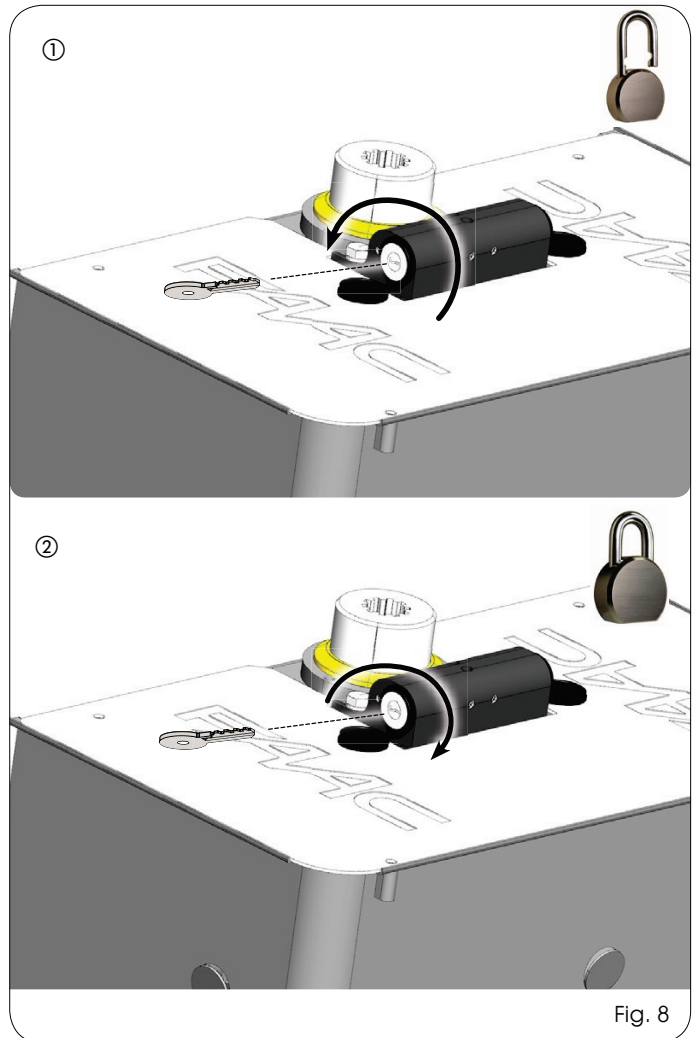

Fig. 8
Para desbloquear el operador retire la protección de plástico, introduzca la llave y gire aproximadamente una vuelta en sentido *antihorario* la cerradura de desbloqueo. (Fig. 8 ref. ①).
Para volver a bloquear el operador gire la cerradura de desbloqueo en sentido horario hasta el tope, **sin forzarla** (Fig. 8 ref. ②)
Om de aandrijving te ontgrendelen moet de kunststof bescherming worden verwijderd, steek dan de sleutel in het slot en draai hem ongeveer een slag tegen de wijzers van de klok in. (Fig.8 ref.①).
Om de aandrijving weer te vergrendelen moet de sleutel met de wijzers van de klok mee worden gedraaid tot hij niet verder kan, **zonder hem te forceren** (Fig.8 ref. ②)